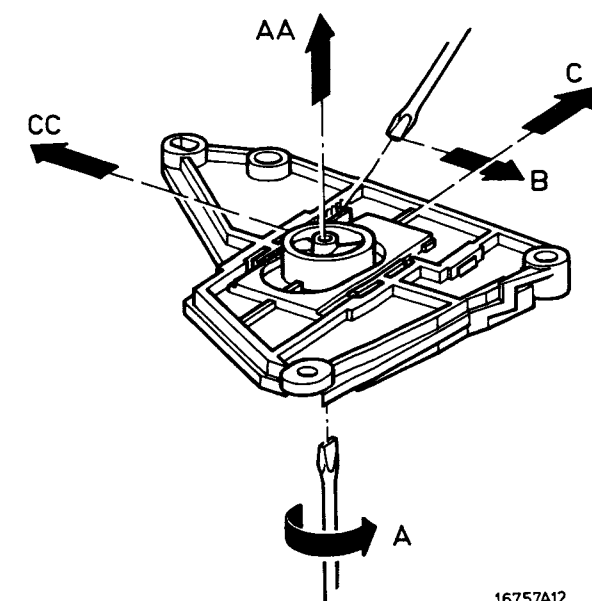

Fig. 6
- Lorsque la bande près du cabestan monte ou baisse, le cabestan doit être réglé perpendiculairement à B sur le palier du volant (Fig. 6).
- Le jeu du volant doit être perceptible, mais ne doit pas dépasser 0,3 mm. A régler à l'aide de A (Fig. 6).
- Falls das Band bei der Tonwelle nach oben oder nach unten geht, muss die Tonwelle mit B auf dem Schwungradlager (Abb. 6) senkrecht eingestellt werden.
- Das Schwungradspiel muss fühlbar sein aber darf nicht mehr als 0.3 mm betragen. Einstellen mit A (Abb. 6).